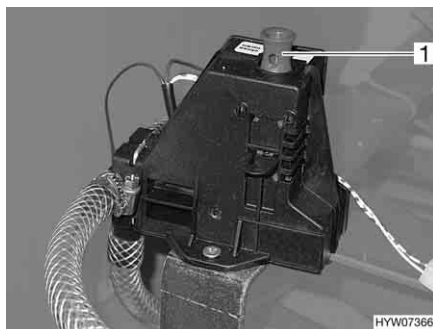

Fig. 65 Valvola di sicurezza/di scarico del boiler
Il boiler è dotato di una valvola di sicurezza/di scarico (Fig. 65). La valvola di sicurezza/di scarico impedisce che l'acqua congeli nel boiler in presenza di basse temperature esterne, quando il riscaldamento dell'autocaravan non è acceso.
- Chiudere la valvola di sicurezza/di scarico. A tal fine tirare verso l'alto la presa dell'interruttore a scatto (Fig. 65,1).
- Aprire la valvola di sicurezza/di scarico. A tal fine premere verso il basso l'interruttore a scatto (Fig. 65,1). Il boiler viene svuotato verso l'esterno tramite la valvola di sicurezza/di scarico.